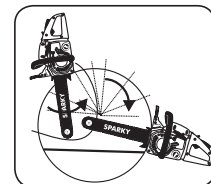

Fig. 10D
2. Quand le diamètre de l'arbre excède la longueur du guide-chaîne on effectue deux coupes (Fig. 10D).